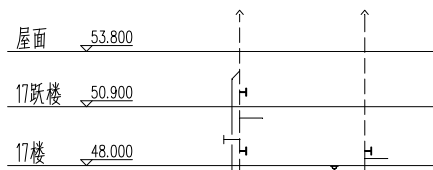

图 13-86 插入通气帽图块
⑪ 插入通气帽图块。单击“图库图层”→“图库管理”命令，在【天正图库管理系统】对话框中选定通气帽图块，并将选定的通气帽图形插入至平面图中，结果如图 13-86 所示。